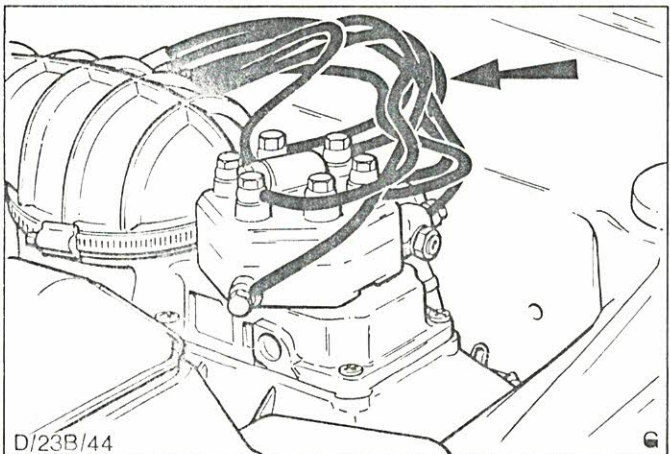

Abb.97 Leitungen - Einspritzdüsen am Kraftstoffmengenteiler
6. Leitungen vom Kraftstoffmengenteiler abschrauben und komplett ausbauen, Abb.97.